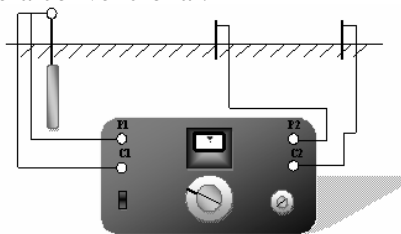

Figura 22. Conexión del Equipo de resistividad empleando el método de tres pines
- Conecte “C1” y “P1” al objeto bajo prueba usando cables separados. (Observe la figura 22).